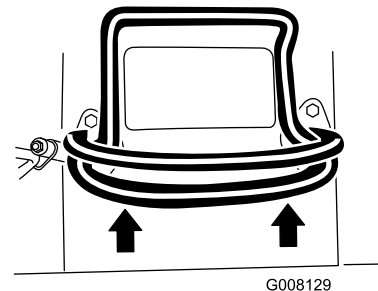

Figure 6
- Pour vous déplacer en marche avant, poussez la commande de déplacement en avant (Figure 6).
Regardez derrière vous lorsque vous faites marche arrière et gardez toujours les mains sur la barre de référence (Figure 6).